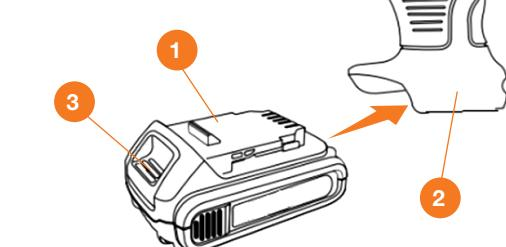

Рис. 13
- Установите аккумуляторную батарею **1** в разъем рукоятки пилы **2** до щелка (Рис. 13).